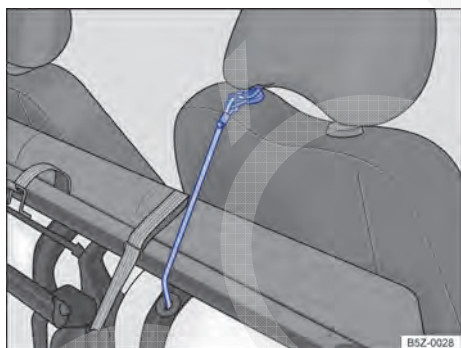

Fig. 72 Cinta elástica vermelha para fixação na haste do apoio para cabeça.
- Localizar a cinta elástica vermelha alojada na parte inferior do assento do banco e, encaixar o gancho dessa cinta na haste do apoio para cabeça do banco do passageiro → Fig. 72, imobilizando o conjunto.
- Soltar o gancho da cinta elástica vermelha da haste do apoio para cabeça → Fig. 72 e, encaixar debaixo do banco traseiro.